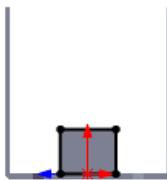

图 12.5.23 边线一法兰 3 草图
(3) 定义法兰参数。
① 定义法兰角度值。在 角度(G) 区域的 文本框中输入角度值 90.0。
② 定义长度类型和长度值。在“边线法兰”对话框【**法兰长度(L)**】区域的下拉列表中选择**给定深度**选项，在文本框中输入深度值 1.0。
③ 定义法兰位置。在【**法兰位置(N)**】区域中单击“折弯在外”按钮。
④ 单击按钮，完成边线一法兰 3 的初步创建。
⑤ 编辑边线一法兰 3 的草图。在设计树的[↑] 边线-法兰3 上右击鼠标，在弹出的快捷菜单中单击“编辑草图”按钮，系统进入草图环境。绘制图 12.5.23 所示的草图。退出草图环境，此时系统完成边线一法兰 3 的创建。